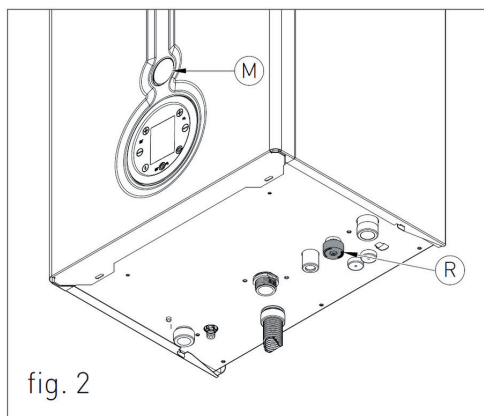
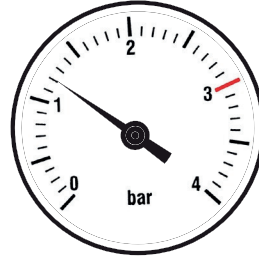

fig. 2
fig. 4
3. Deschideți robinetul de umplere „R” (fig. 2)
5. Folosiți manometrul „M” (fig. 2) pentru a vă asigura că presiunea din sistem atinge 1,2 bar (fig. 4)
6. După efectuarea acestei operațiuni, asigurați-vă că robinetul de umplere „R” (fig. 2) este închis corespunzător
8. dacă, după efectuarea acestor operațiuni, presiunea apei în instalație scade, deschideți din nou robinetul de umplere „R” până când manometrul indică valoarea de 1.2 bar (fig. 4).